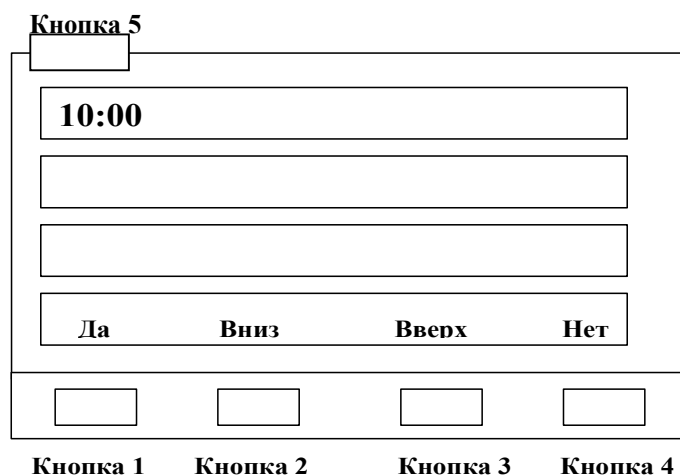

Рис. 7. Схематический вид дисплея изделия и расположение кнопок управления
2.3.2.1 Схематичный вид изделия представлен на *рис. 7*.